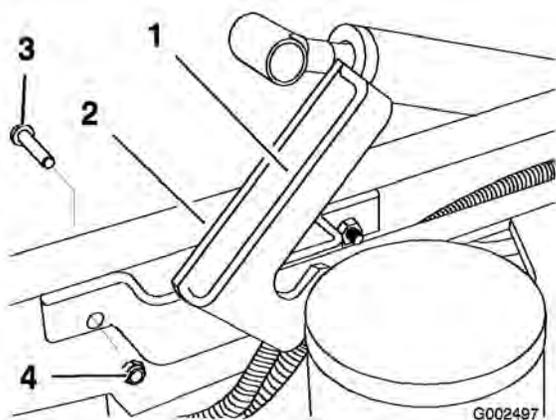
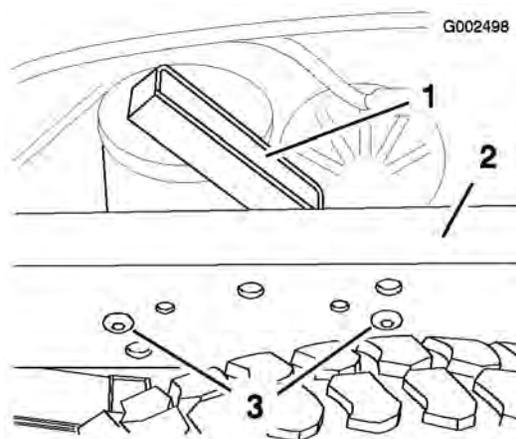

Figure 12
Figure 13
- Montez l'ensemble béquille de support à l'intérieur du rail gauche du châssis à l'aide de deux boulons à tête creuse (3/8 x 1 pouce) et deux contre-écrous (3/8 pouce) comme illustré à la Figure 12 et la Figure 13. Serrez les écrous à 30 ± 4 Nm (30 ± 3 pi-lb).
- Le cas échéant, assemblez la béquille, l'écrou de blocage et la chape sans serrer (Fig. 13).